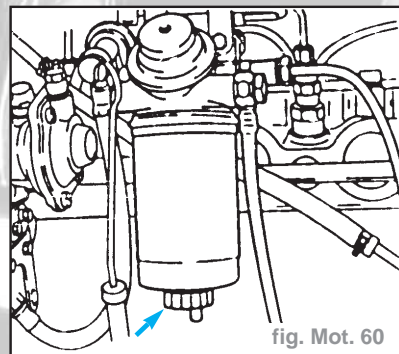

fig. Mot. 60
- Ouvrir le robinet de vidange (flèche) d'un tour. Vidanger l'eau du boîtier du filtre à l'aide de la pompe à main. Continuer jusqu'à ce que le carburant s'écoule (fig. Mot. 60).